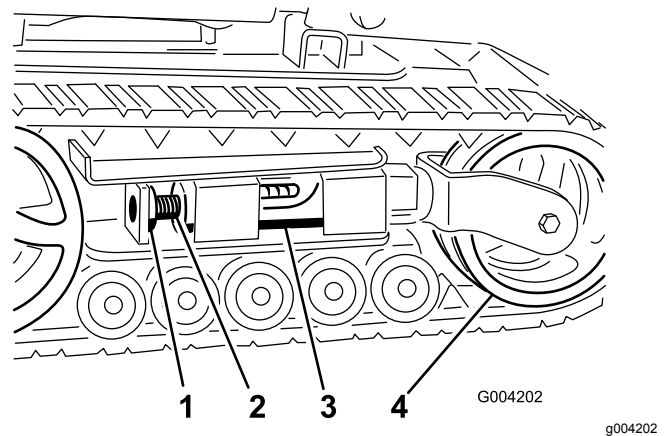
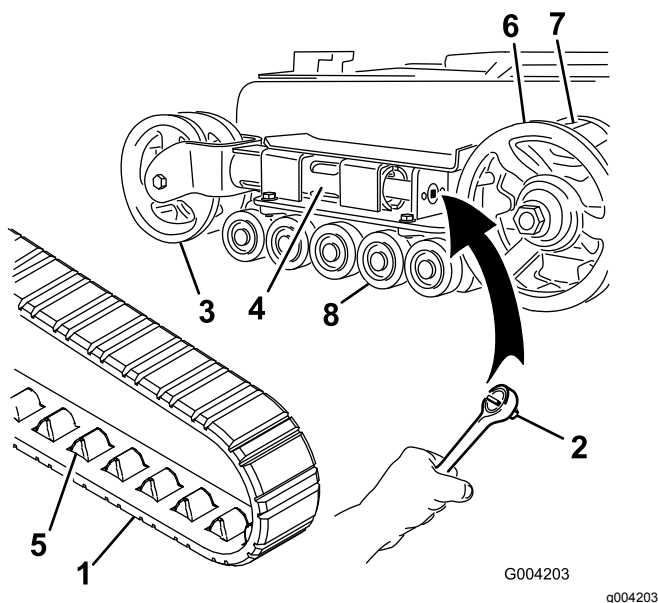
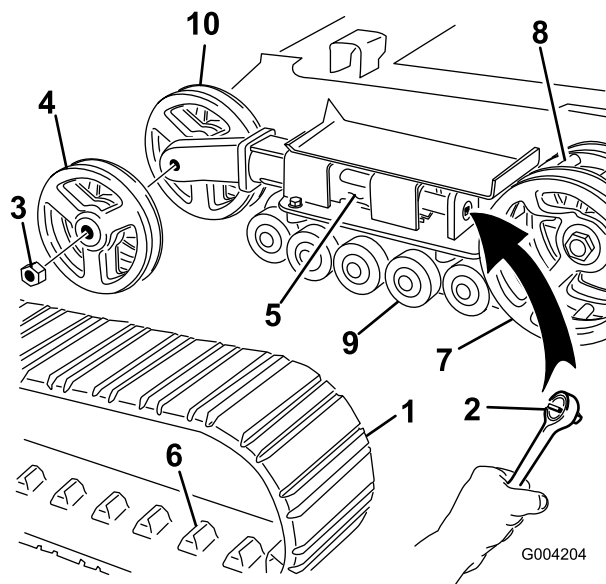

Bild 45
Bild 46
Bild 47
4. Entfernen Sie die Befestigungsschraube und Mutter (**Bild 45**).
6. Richten Sie die am nächsten liegende Kerbe in der Spannschraube mit dem Loch der Befestigungsschraube aus und befestigen Sie die Schraube mit der Befestigungsschraube und Mutter (**Bild 45**).
Hinweis: Sie haben Schmalspurketten, wenn die vorderen Spannungsräder an der Innenseite einer Gabel am Ende des Spannsrohrs montiert sind (**Bild 46**).
5. Lösen Sie die Antriebsspannung mit einer Ratsche ($\frac{1}{2}$ "), indem Sie die Spannschraube nach rechts drehen (**Bild 45** und **Bild 46**).
6. Drücken Sie das Spannrاد zur Rückseite der Maschine, um den Druckschlauch gegen den Rahmen zu bewegen (Bild 46).
8. Wenn Sie die Kette vom Spannrاد entfernt haben, entfernen Sie sie auch vom Antriebsrad und den Straßenrädern (Bild 46).
9. Legen Sie die neue Kette, beginnend beim Antriebsrad, um das Rad und stellen Sie sicher, dass die Stollen an der Kette zwischen die Zahnräder am Kettenrad passen (Bild 46).
10. Drücken Sie die Kette unter und zwischen die Straßenräder (Bild 46).
Hinweis: Sie haben Breitspurketten, wenn die vorderen Spannungsräder an der Seite am Ende des Spannungsrohrs montiert sind (Bild 47).
4. Entfernen Sie die Befestigungsschraube und Mutter (Bild 45).
5. Lösen Sie die Antriebsspannung mit einer Ratsche (½"), indem Sie die Spannschraube nach rechts drehen (Bild 45 und Bild 47).
6. Drücken Sie das Spannrاد zur Rückseite der Maschine, um den Druckschlauch gegen den Rahmen zu bewegen (Bild 47).
7. Nehmen Sie die Mutter ab, mit der das äußere Spannrads befestigt ist. Nehmen Sie das Rad ab (Bild 47).
8. Nehmen Sie die Kette ab (Bild 47).
9. Nehmen Sie die Mutter ab, mit der das innere Spannrads befestigt ist. Nehmen Sie das Rad ab (Bild 47).
13. Setzen Sie das innere Spannrads ein und befestigen Sie es mit der vorher abgenommenen Mutter (Bild 47).
15. Montieren Sie die neue Kette. Achten Sie darauf, dass die Stollen in der Kette zwischen die Zahnräder in der Mitte des Antriebsrads passen (Bild 47).
16. Setzen Sie das äußere Spannrads ein und befestigen Sie es mit der vorher abgenommenen Mutter (Bild 47).
6. Setzen Sie die eingefettete Straßenradkappe auf den Schraubenkopf (Bild 46).
7. Befestigen Sie die Straßenradkappe mit dem Sprengring (Bild 46).